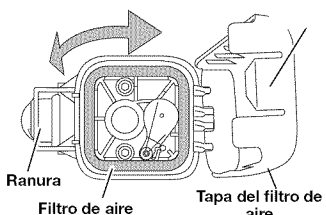

Fig. 18
- Para abrir la tapa del filtro de aire, empuje hacia adentro la lengüeta que está en el lado izquierdo de la tapa y hale la tapa del filtro de aire ligeramente hacia afuera y para la derecha (Fig. 18).
- Quite el filtro de aire (Fig. 18).
- Para volver a colocar la tapa del filtro de aire, sitúe los ganchos del lado derecho de la tapa del filtro de aire en las ranuras que están en el lado derecho de la placa posterior (Fig. 18).
- Gire la tapa hacia la izquierda y ciérrala haciendo presión de manera que la lengüeta de la tapa del filtro de aire caiga en la ranura de la placa posterior (Fig. 18).